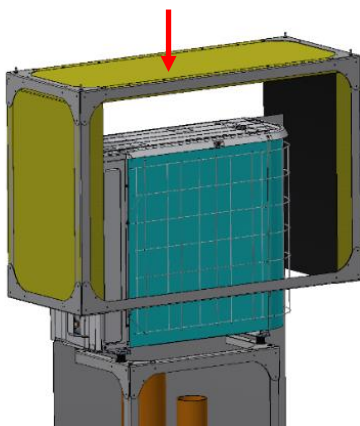

Bild 3
4. Bild3: Rahmen mit Dämmung oben und seitlich über die WP schieben.